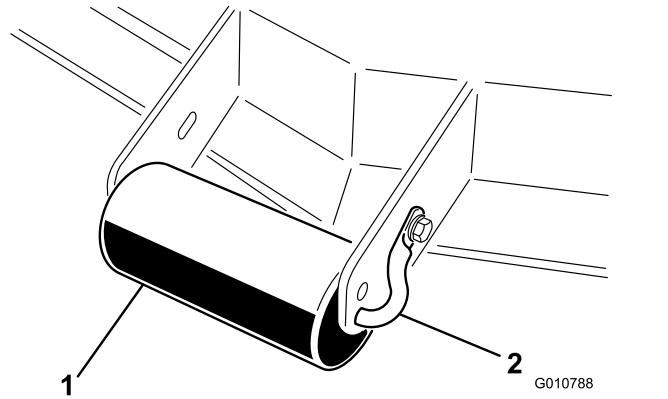

Bild 11
1. Entfernen Sie die Kopfschraube und Mutter, mit denen die Rollenwelle an der Schneideinheitshalterung befestigt ist (Bild 11).